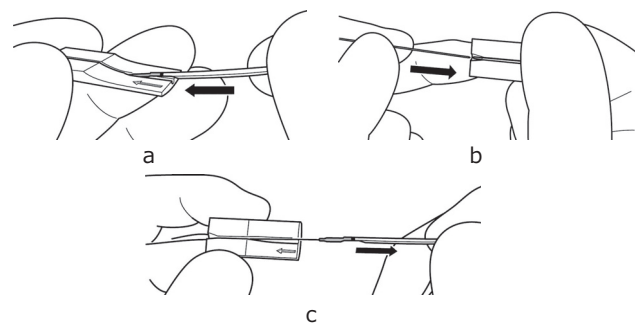

図9 ガイドワイヤー挿入治具の使用法
- (1) ガイドワイヤー挿入治具を小袋から取り出す。
- (2) 本品をガイドワイヤー挿入治具に挿入する。この時、ガイドワイヤールーメンを下向きにしてガイドワイヤー挿入治具の矢印の方向に水平に挿入する（図9-a）。
- (3) 本品の最先端をガイドワイヤー挿入治具の端部に合わせる。
- (4) 指で本品を保持しながら、ガイドワイヤーを第1ガイドワイヤールーメンに挿入する（図9-b）。
- (5) ガイドワイヤーが第2ガイドワイヤールーメンの開口部から出るまで挿入する。
- (6) 本品をガイドワイヤー挿入治具から引き抜き、ガイドワイヤーをガイドワイヤー挿入治具のスリットから取り外す（図9-c）。